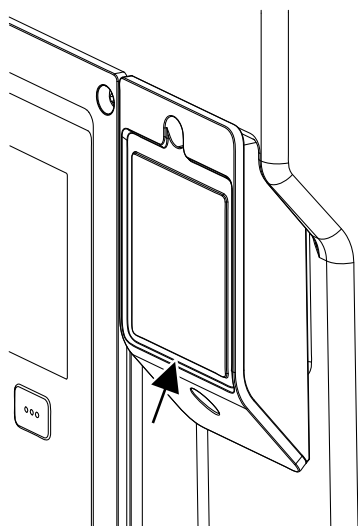

Fig. 27: Tapa para el módulo Wilo-Smart Connect BT
1. Afloje el tornillo de la tapa del módulo Wilo-Smart Connect (Fig. 27) y ábrala.
Debido a su diseño, el módulo Wilo-Smart Connect BT solo se puede colocar con una alineación concreta. El módulo no se fija de otro modo. La tapa del módulo Wilo-Smart Connect (Fig. 27) de la parte superior del módulo electrónico sujeta el módulo a la interfaz.